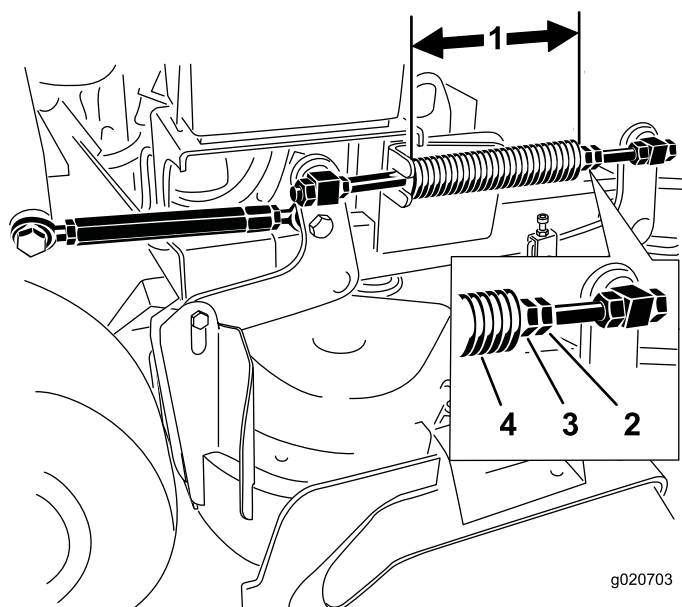

Figura 86
Nota: La longitud nominal es de 28.2 ($11\frac{1}{8}$ ") para carcasas de corte de 91 cm (36") y de 25.7 cm ($10\frac{1}{8}$ ") para carcasas de corte de 102 cm (40") (Figura 86).
3. Ajuste esta distancia aflojando la contratuerca elástica y girando la tuerca que está delante de cada muelle (Figura 86).
4. Fije la tuerca en la posición deseada apretando la contratuerca elástica (Figura 86).